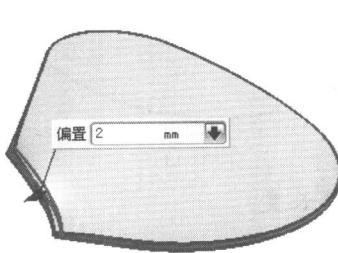

图1-18
10. 使用【偏置面】功能，参照图 1-18 所示，偏置实体面。